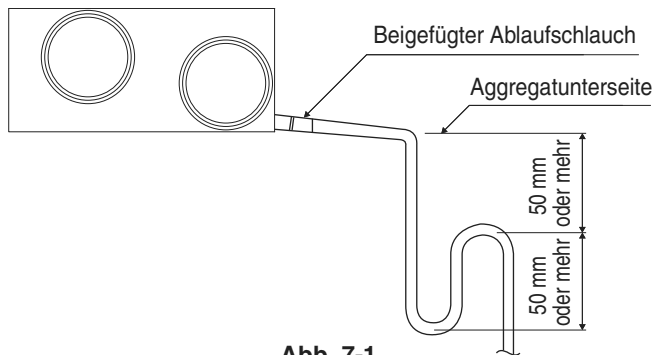

Abb. 7-1
(1) Installation des Kondenswasserablaufs.
- Bei einem System mit direkten Rohrverbindungen besteht Unterdruck im Inneren des Geräts im Vergleich zum atmosphärischen Druck, wenn das Gerät läuft. Versehen Sie deshalb die Ablassöffnung stets mit einem Geruchsverschluss. (Siehe Abb. 7-1)